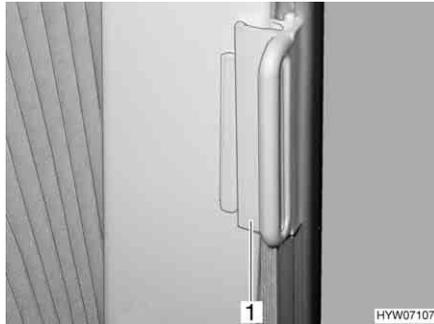

Bild 23 Verriegelung Faltverdunklung Fahrer-/Beifahrerfenster
- Die Faltverdunklungen für das Fahrerfenster und das Beifahrerfenster mit dem Griff (Bild 23,1) auf den Aufsatz schieben. Die Faltverdunklung ist gesichert.